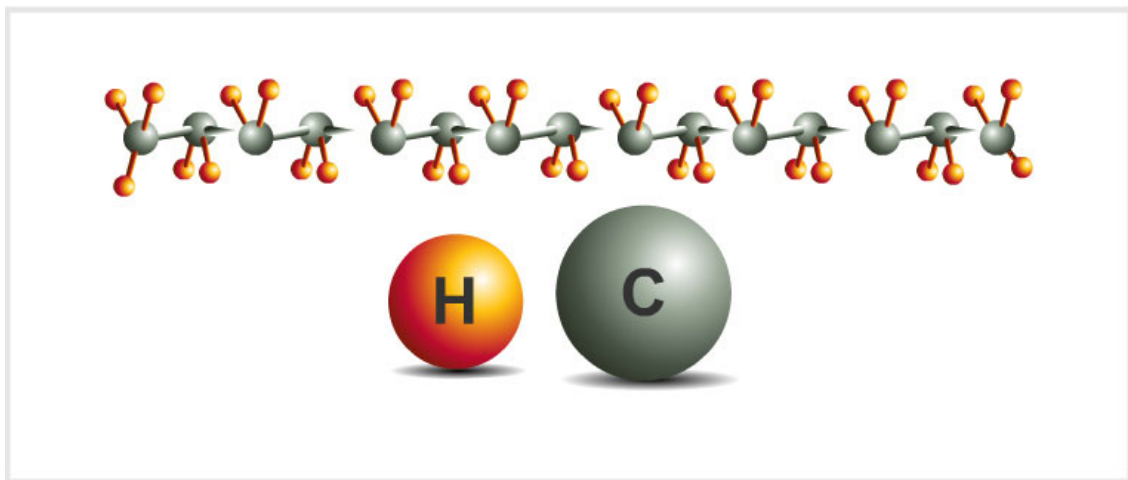

Figure 1. Les hydrocarbures.
Le carburant est un mélange d'hydrocarbures (HC). Les hydrocarbures sont composés d'hydrogène et de carbone (figure 1).